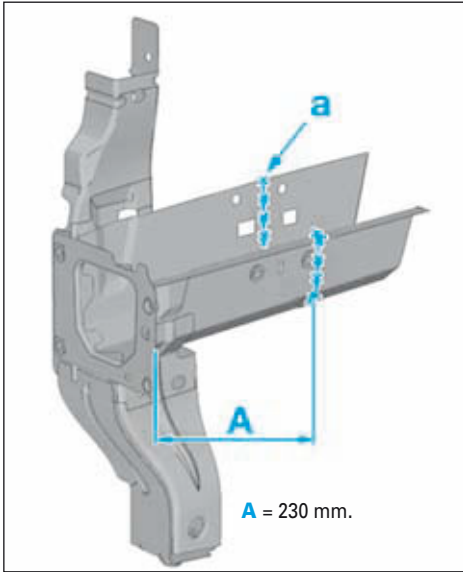
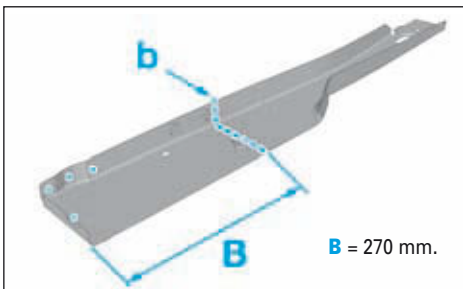

FIG.29
FIG.30
- En respectant les zones de coupe du constructeur, tracer puis découper en (a) et (b) les pièces neuves (Fig.29) et (Fig.30).